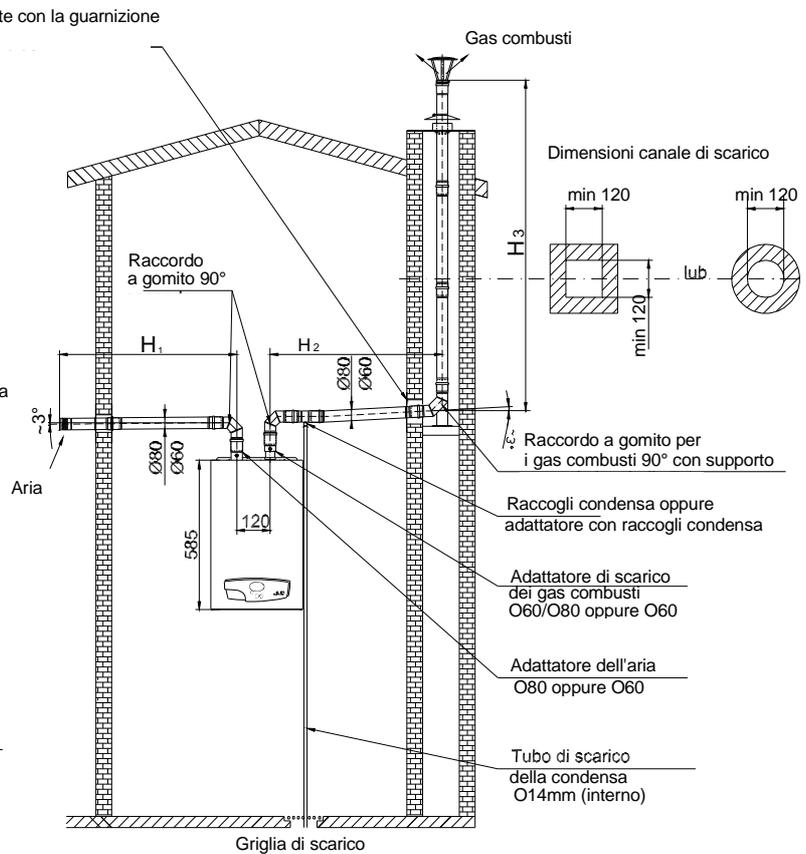

Fig. 3.6.4.2
**Attenzione:** Il condotto orizzontale dell'aria deve essere montato con l'inclinazione di  $\sim 3^\circ$  (Fig. 3.6.4.1 e 3.6.4.2.) in modo tale da far uscire fuori l'acqua piovana che entrerà nei tubi, per impedire l'allagamento dello scaldabagno, e facilitare la fuoriuscita all'esterno dell'edificio.